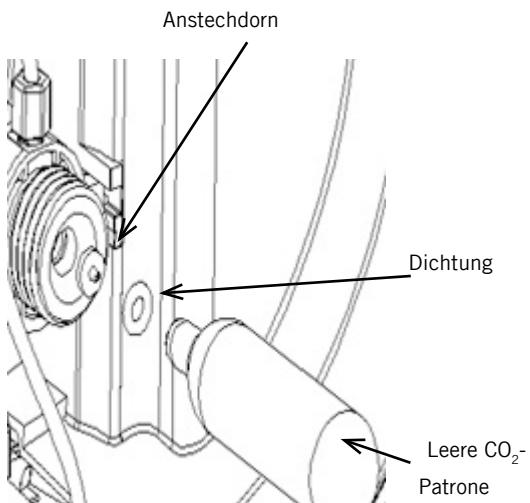

Abb. 14
**Drücken Sie die neue Dichtung an die vorgesehene Stelle. Verwenden Sie hierfür eine leere CO2-Patrone, um die Dichtung richtig zu fixieren (Abb. 14).**